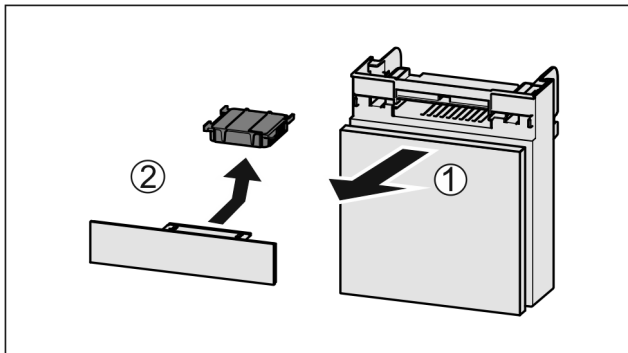

Fig. 80
- Estrarre il vano tirando in avanti Fig. 80 (1).
- Rimuovere il filtro a carboni attivi Fig. 80 (2).